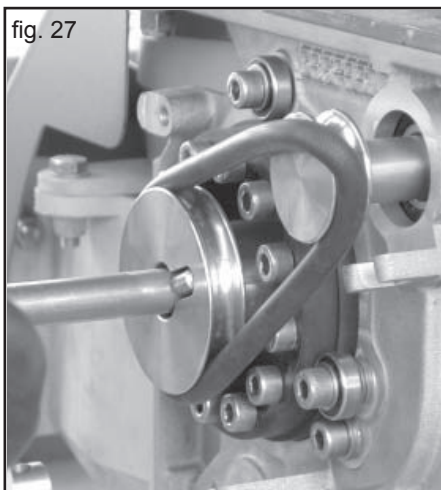

fig. 27
- Zum Abschalten der Rührwelle den Rundriemen ueber die Kante der Antriebscheibe heben und auf der Gegenseite das Dosierrad leicht in Foerderrichtung drehen. Der Riemen springt ab (Abb. 27).